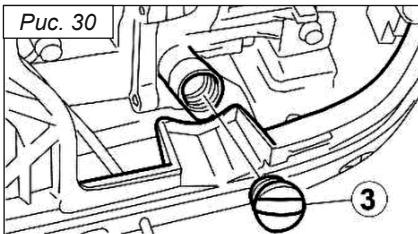

Рис. 30
- Снимите крышку маслозаливной горловины ③, рис. 30.